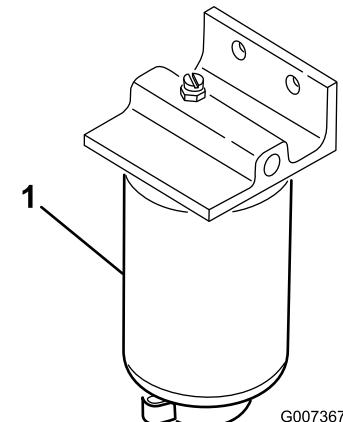

Figura 27
- Coloque un recipiente debajo del filtro de combustible (Figura 27).
- Abra el tapón de vaciado en la parte inferior del filtro de combustible y drene el agua acumulada (Figura 27). Apriete el tapón después del vaciado.